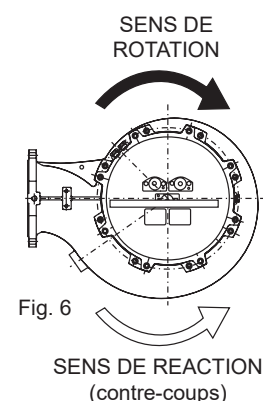

Fig. 6
- Les bornes du câble d'alimentation portent la marque des sigles internationaux IEC, leur connexion correcte à la ligne L1(u1-w2), L2(v1-u2), L3(w1-v2) détermine le sens de rotation correct de l'électropompe. Si le groupe installé est visible lors du démarrage, il subira un contrecoup dans le sens inverse des aiguilles d'une montre (Cf. Fig. 6).